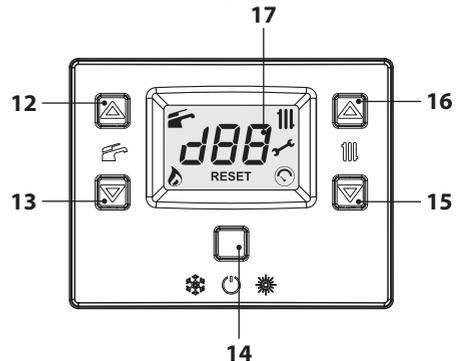

Figura 5.49
- Entrare in "modalità programmazione" premendo contemporaneamente per 10 secondi i tasti 14-15-16 (Figura 5.49) fino a far apparire sul display LCD le lettere **Pr** che si alternano al numero del parametro **01**, indicanti l'entrata nel "parametro 01" (Figura 5.50).
- Premendo il tasto 14 (Figura 5.49) si ottiene la conferma del valore inserito. Sul display appare per 3 sec. la scritta **"Ok"** (Figura 5.52), per poi visualizzare la lista dei parametri.
- Per uscire, premere il tasto 14 (Figura 5.49) e togliere l'alimentazione elettrica.